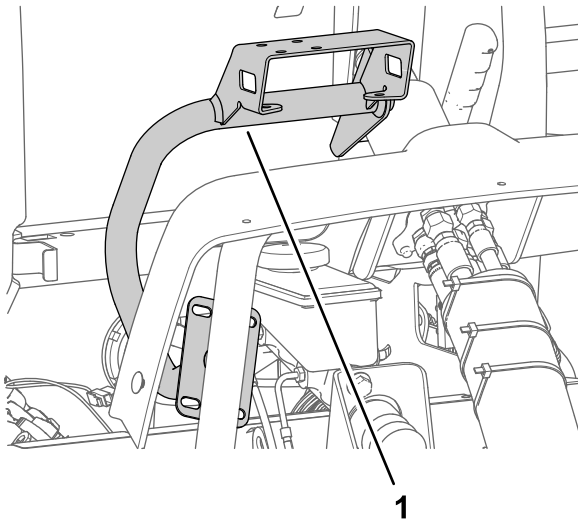

Figura 160
1. Alinee el soporte del monitor con la máquina según se muestra en Figura 160.